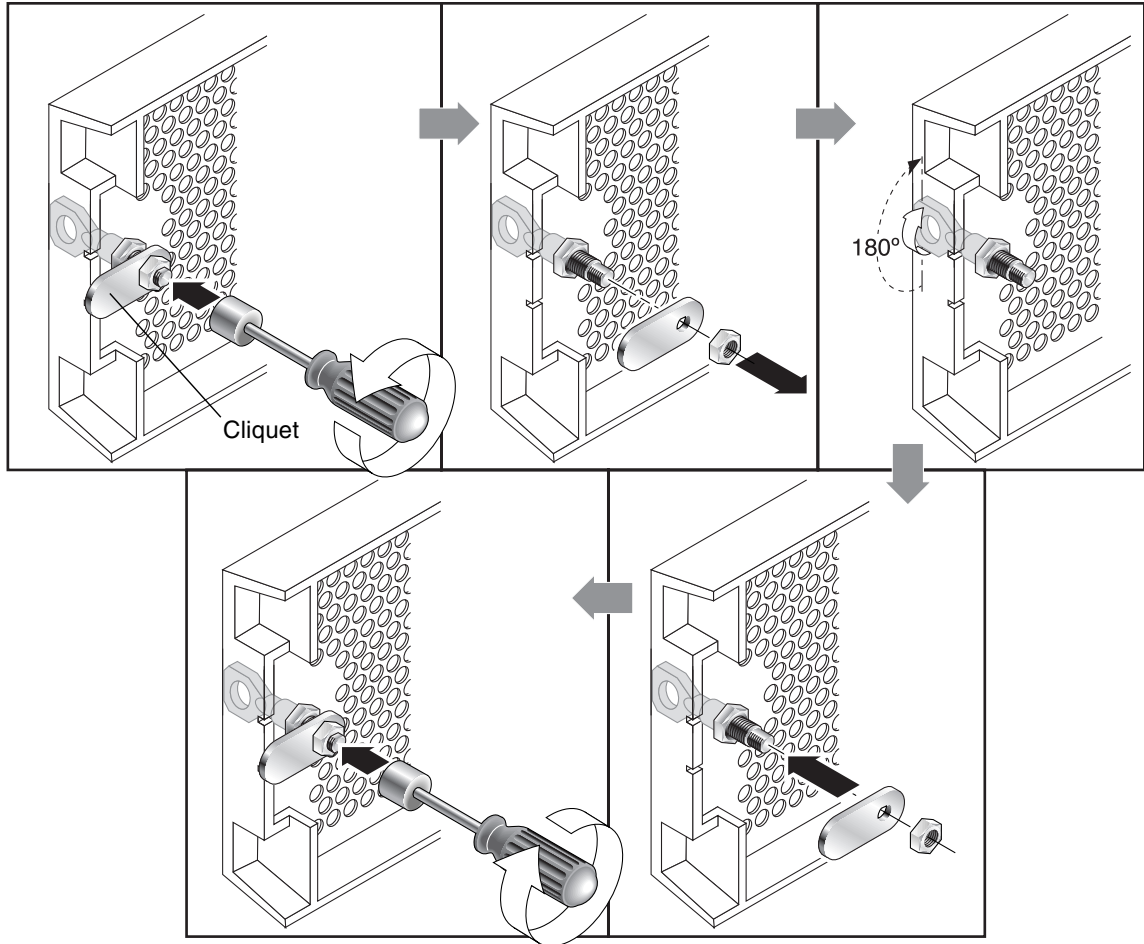

FIGURE 1-2 Séquence à suivre pour modifier les verrous du panneau afin d'empêcher le retrait des clés
1. Retirez le panneau avant en faisant pivoter doucement les bras oscillants hors de leurs supports et assurez-vous que la clé se trouve en position verrouillée, avec le cliquet à l'horizontale et dépassant le bord du panneau (voir la première illustration de la FIGURE 1-2).
2. Maintenez la clé en place et utilisez un tourne-écrou de 12 mm ou 3/8 de pouce pour retirer l'écrou de verrouillage qui maintient le cliquet en place, comme indiqué dans la première illustration de la FIGURE 1-2.
3. Soulevez le cliquet de la partie filetée du verrou, comme indiqué dans la deuxième illustration de la FIGURE 1-2.
5. Utilisez la clé pour tourner le verrou de 180°, comme indiqué dans la troisième illustration de la FIGURE 1-2.
6. Remplacez le cliquet en veillant à l'orienter de la même façon qu'avant le démontage, comme indiqué dans la quatrième illustration de la FIGURE 1-2.
7. Maintenez la clé en place et utilisez le tourne-écrou pour resserrer l'écrou de verrouillage, comme indiqué dans la cinquième illustration de la FIGURE 1-2. Veillez à ne pas forcer le filetage.